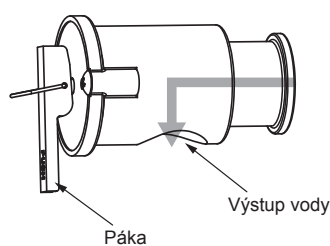

Fig. 4-2
4.4. Součásti vyžadující pravidelnou kontrolu (Fig. 4-2)